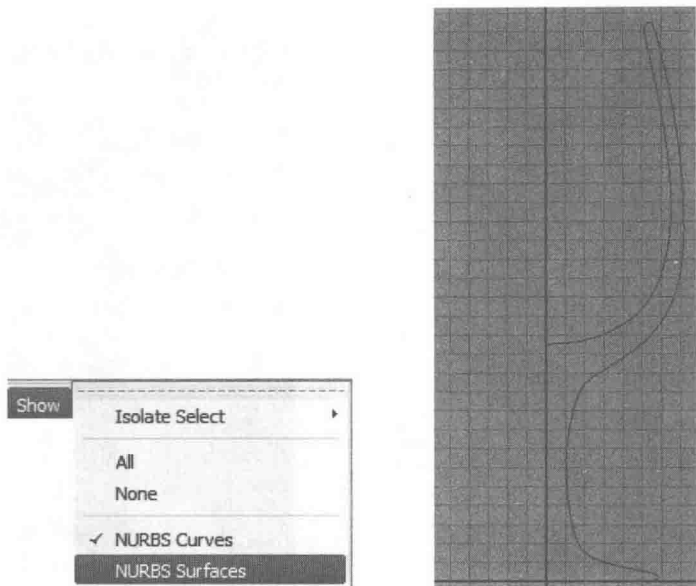

图 1-16
2) 修改物体前, 应先关闭曲面的实体显示。可通过单击视窗菜单栏中的 Show (显示) → NURBS Surfaces (曲面) 命令, 去掉 NURBS Surfaces 前面的“对勾”。去掉“对勾”后, 视窗中显示的为最初绘制的 CV 曲线, 如图 1-16 所示。